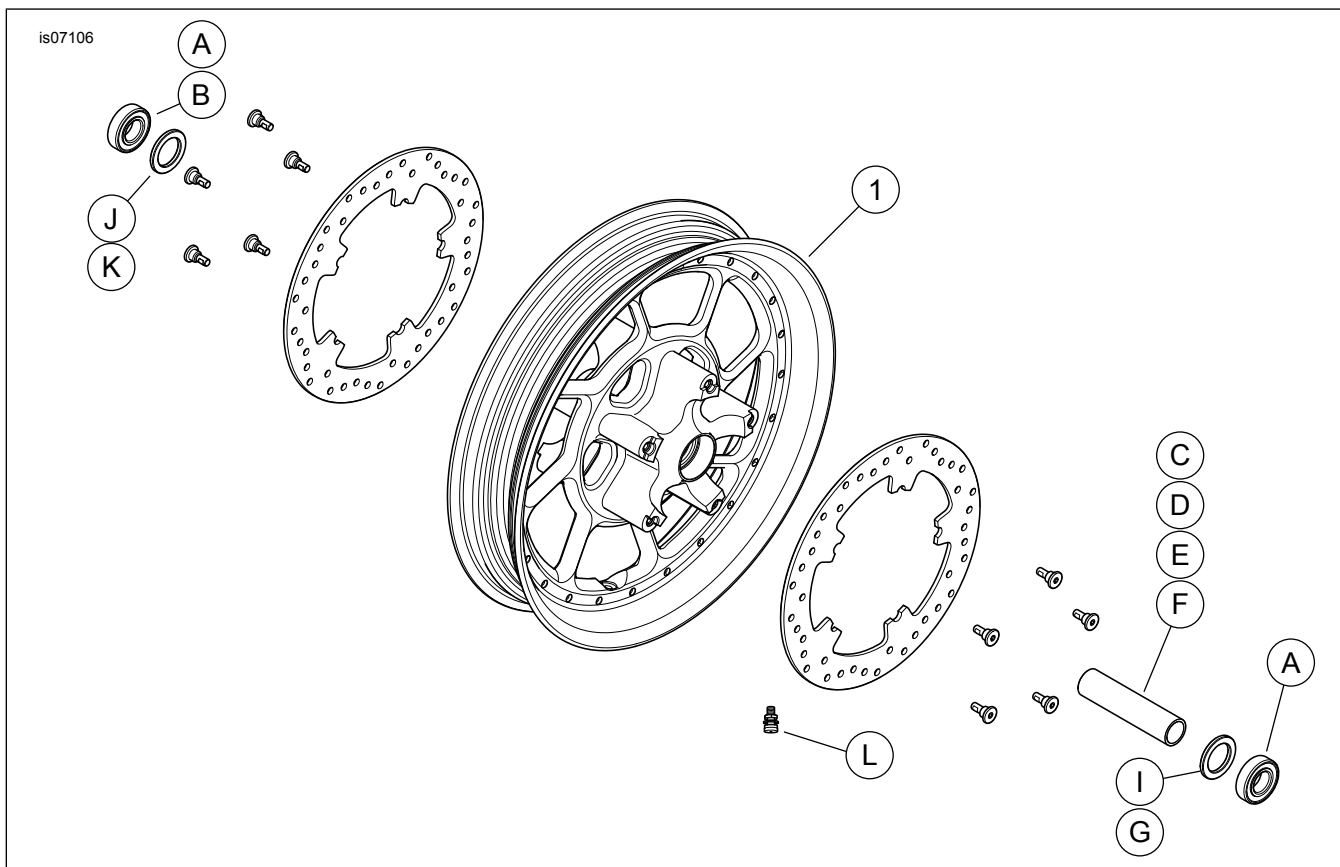

Figura 1. Peças de reposição: Kits de rodas dianteiras Road Winder
2. Veja Figura 1. Instale o conjunto da haste da válvula (L) na roda. Consulte PNEUS no Manual de serviço.